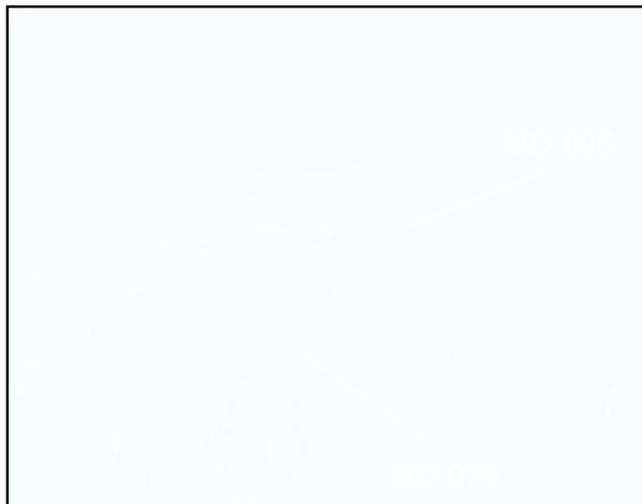

Fig. 2.1
- Fig. 2.1 zeigt die Befestigungsstellen der Warnbildzeichen und Hinweisschilder. Die entsprechenden Erläuterungen finden Sie auf den folgenden Seiten.